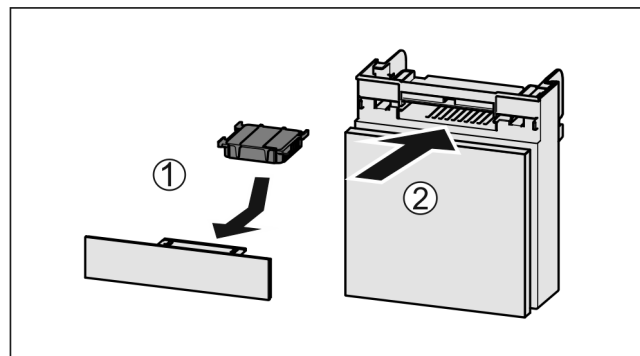

Fig. 158
- Aktivkohlefilter nach Abbildung einsetzen Fig. 158 (1).
- Fach einschieben Fig. 158 (2).